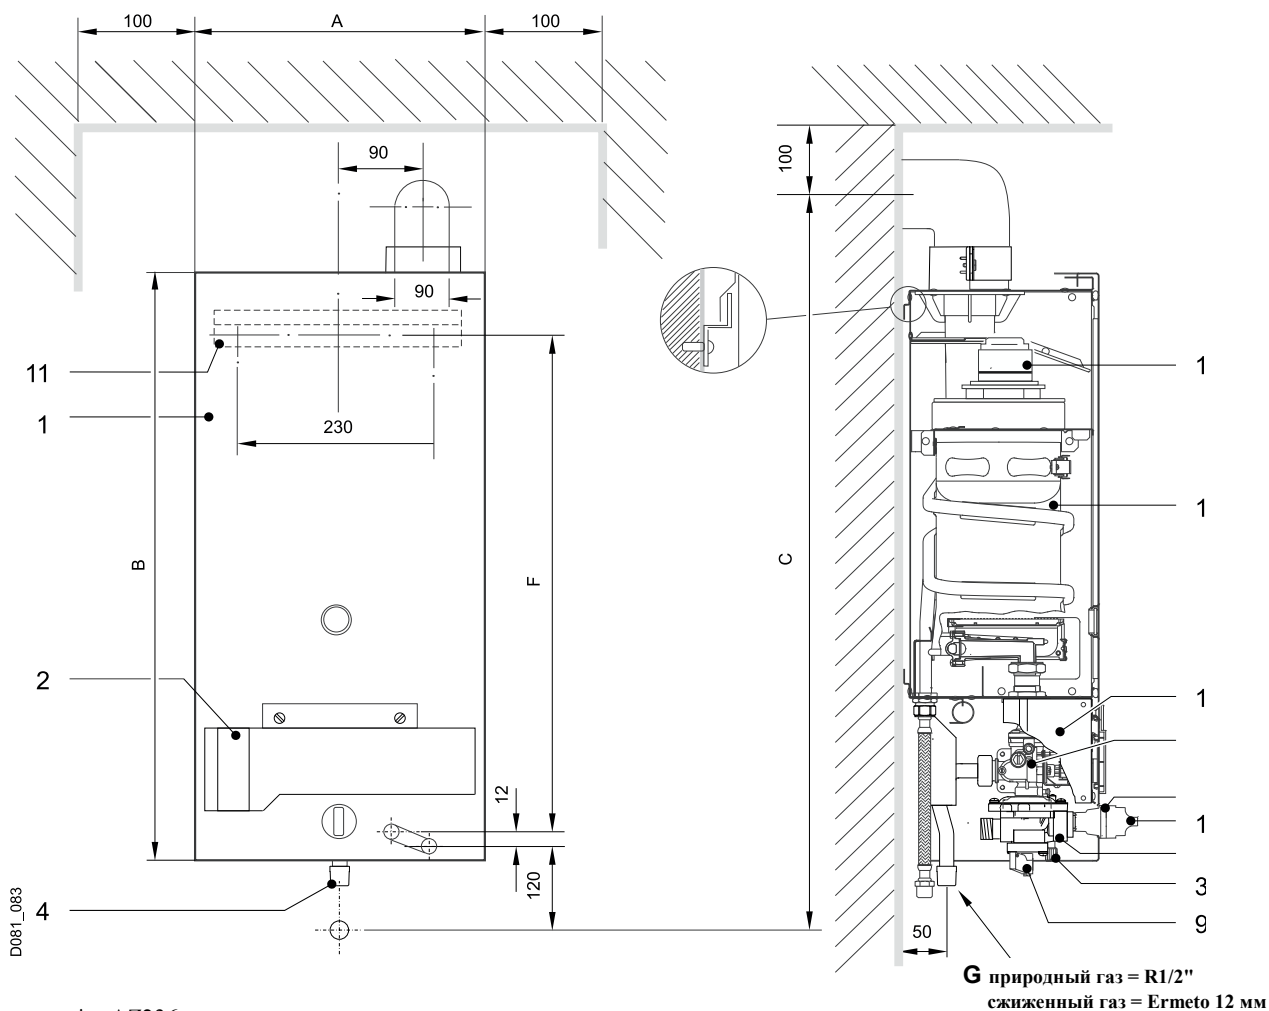

Рис. 10
Снятие обшивки (рис. 10)
Расположение отверстий под шурупы подвесной планки (11) показано на рис. 10.
- Установить подвесную планку (11) в соответствии с рис. 10.